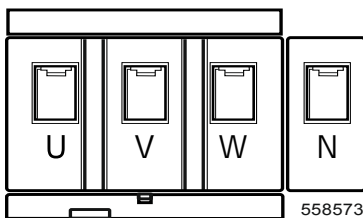
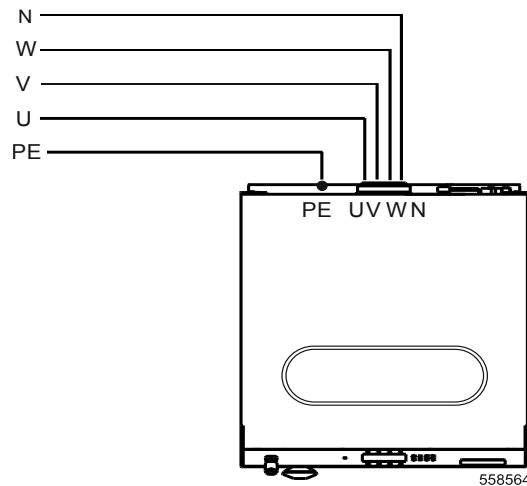

Fig. 27 Quadro de bornes de conexão da máquina
Fig. 28 Modelos que não estão destinados para a América do Norte – conexão de três fases para a
- Ligue os condutores com o quadro de bornes da máquina. Conexão do cabo de alimentação, vide fig 28. Quadro de bornes de conexão da máquina, vide fig 27.